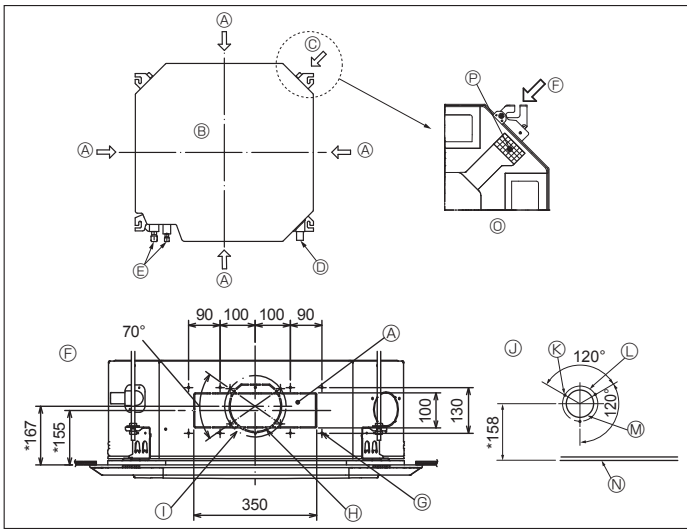

Fig. 3-4
3.4. Orifício do conduto de derivação e orifício de admissão de ar fresco (Fig. 3-4)
No momento da instalação, utilize os orifícios do conduto (separador) situados nas posições indicadas na Fig. 3-4, como e quando necessário.